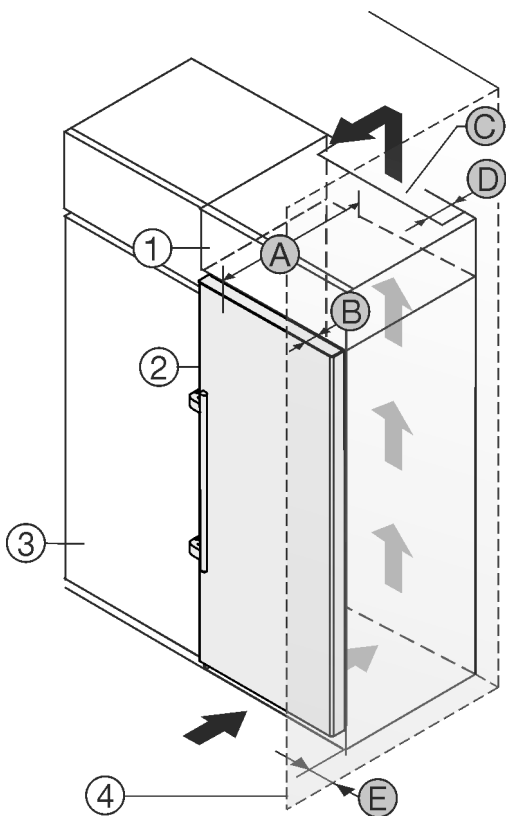

Fig. 2
Vous pouvez placer le réfrigérateur directement à côté de l'armoire de cuisine *Fig. 2 (3)*.\*
Une sortie d'air avec la profondeur *Fig. 2 (D)* doit être présente au dos de la rehausse sur toute sa largeur.\*
La section de ventilation *Fig. 2 (C)* sous plafond doit être respectée.\*
Si le réfrigérateur est installé avec les charnières près d'une paroi *Fig. 2 (4)*, la distance entre le réfrigérateur et la paroi doit être d'au moins 57 mm. Cela correspond au dépassement de la poignée lorsque la porte est ouverte.\*
Pour pouvoir ouvrir complètement les portes, le réfrigérateur doit dépasser de la profondeur de la porte *Fig. 2 (B)* par rapport à la façade du placard. L'appareil peut déborder encore plus en fonction de la profondeur des placards *Fig. 2 (3)* et de l'utilisation de cales d'épaisseur.\*